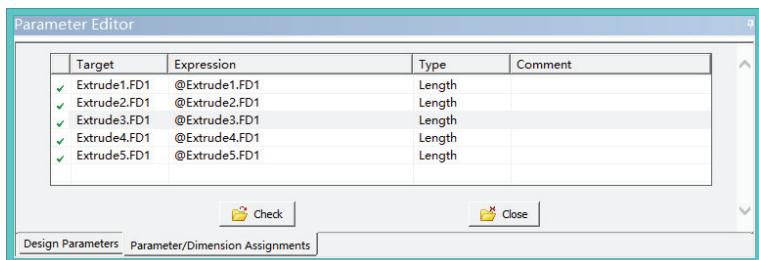

图 3-113 所有已选参数的表达式
2) 单击 Parameter Editor 窗口中的 Parameter/Dimension Assignment 标签, 弹出图 3-113 所